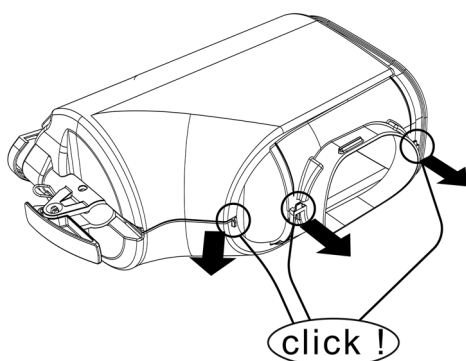

Bild 13
- 1 Die beiden Teile öffnen, indem man sie ausrastet. (Bild 13).